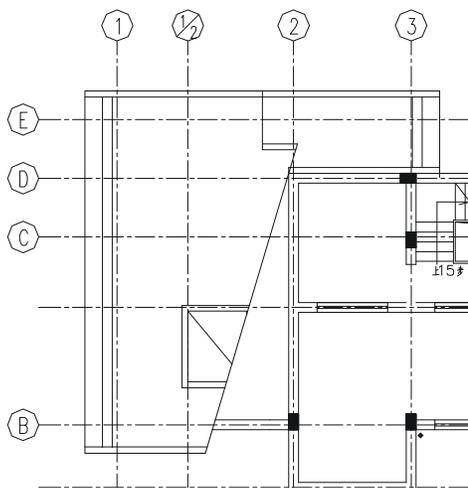

图 9-2-23
**STEP 15** 使用修剪命令 TRIM 将其进行修剪，如图 9-2-23 所示。